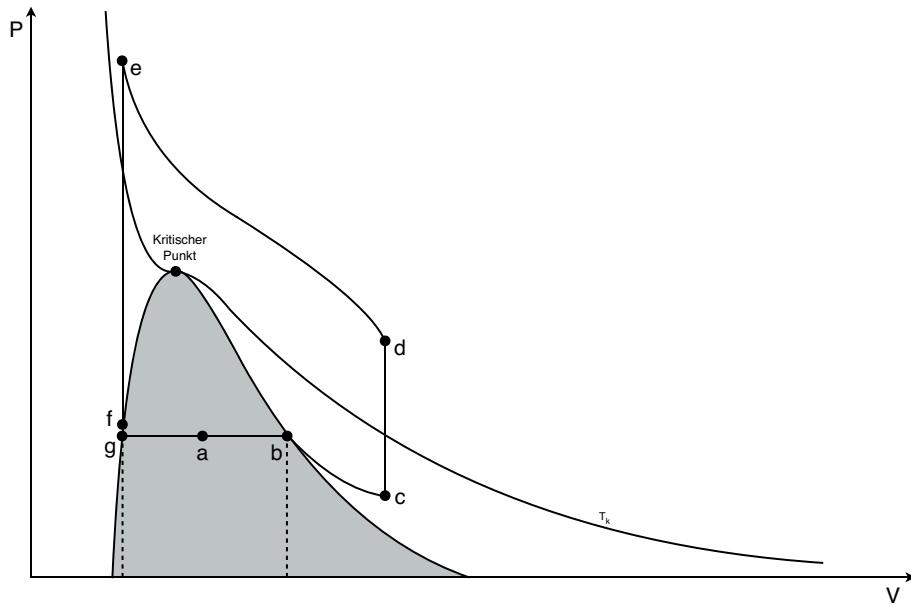

Abbildung 1.5: Kreisprozess um den kritischen Punkt
Die Einteilung des Zustandsdiagrammes in verschiedene Phasenzenen (flüssig, flüssig und gasförmig, gasförmig) ist rein theoretisch. Dies zeigt man mit einem **Kreisprozess um den kritischen Punkt** (siehe Abbildung 1.5).
- Stelle einen Zustand mit Koexistenzbereich ($\rightarrow a$) gemäss Abbildung 1.5 bei einer Temperatur von ca. 42 °C ein. Miss p und V .